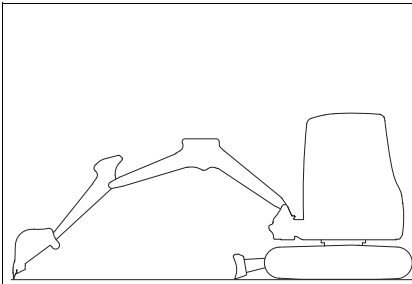

Fig.318
2. Centrar el sistema de brazo hacia delante (*Fig. 318*).